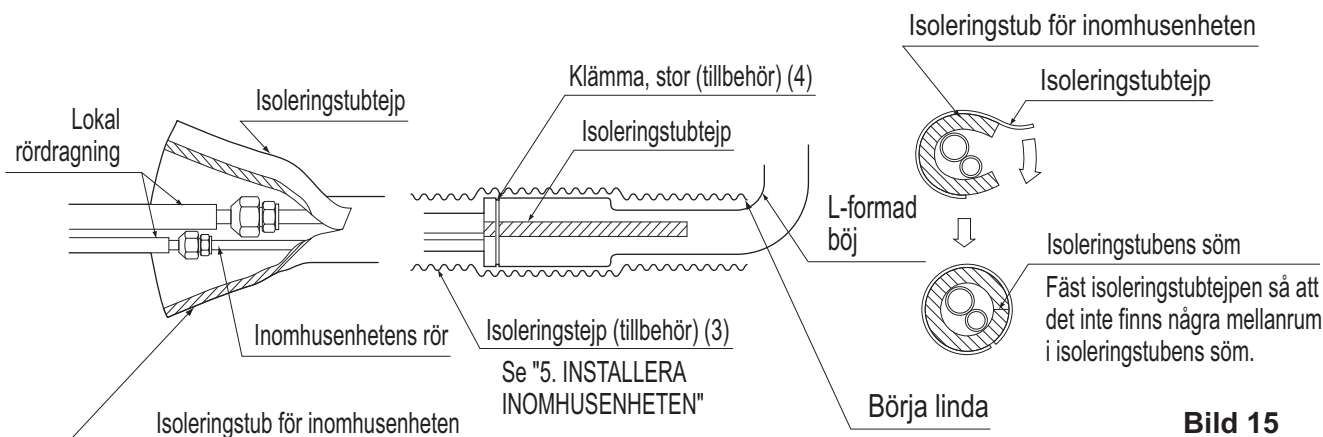

Bild 15
- Efter utförd läckagekontroll av röranslutningar ska du värmeisolera med kompletterande rörisoleringstubb och isoleringstejp (3). Isoleringstejpen (3) ska lindas från den L-formade böjen hela vägen till slutet inuti enheten. **(Se bild 15)**